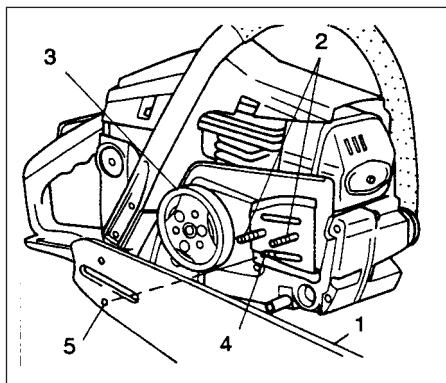

Рис.1-1
1. Удалить боковой корпус путём выкручивания двух зажимных гаек направляющей шины и смонтировать направляющую шину (1) на болтах (2), затем протолкнуть её в направлении звёздочки (3), насколько это возможно. Проследить, чтобы выступ регулировочного болта д.,' натяжения цепи (4) зафиксировался в отверстии шины (5). (Рис. 1-1)